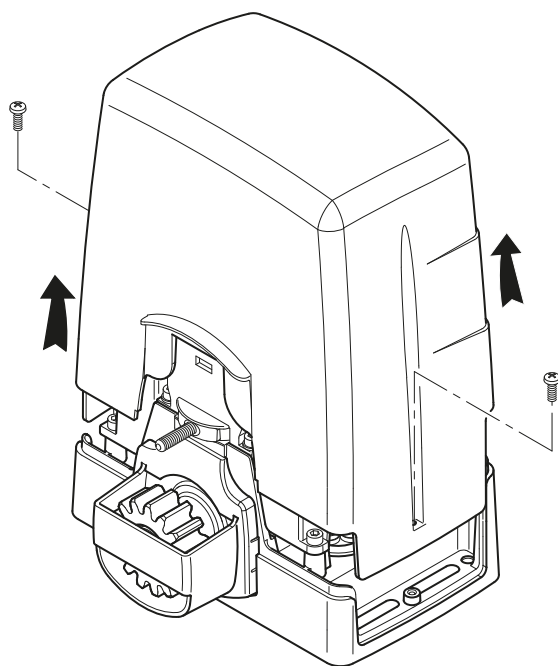

Fig. 1
- Dévisser les vis du couvercle et le retirer en tirant vers le haut, comme indiqué dans la fig. 1. Vérifier que les six pieds de réglage ne dépassent pas de la base du motoréducteur.
- Insérer les joints O-Ring (B) sur les vis M8x40 (A). Insérer les vis dans les angles du motoréducteur (C) et les bloquer avec les écrous M8 (D).
- Desenrosque los tornillos de la tapa y quítela extrayéndola hacia arriba, como se indica en la fig. 1. Compruebe que las seis patas de ajuste no sobresalgan de la base del motorreductor.
- Colocar la juntas tóricas (B) en los tornillos M8x40 (A). Insertar los tornillos en las esquinas del motor (C) y asegurarlos con tuercas M8 (D).